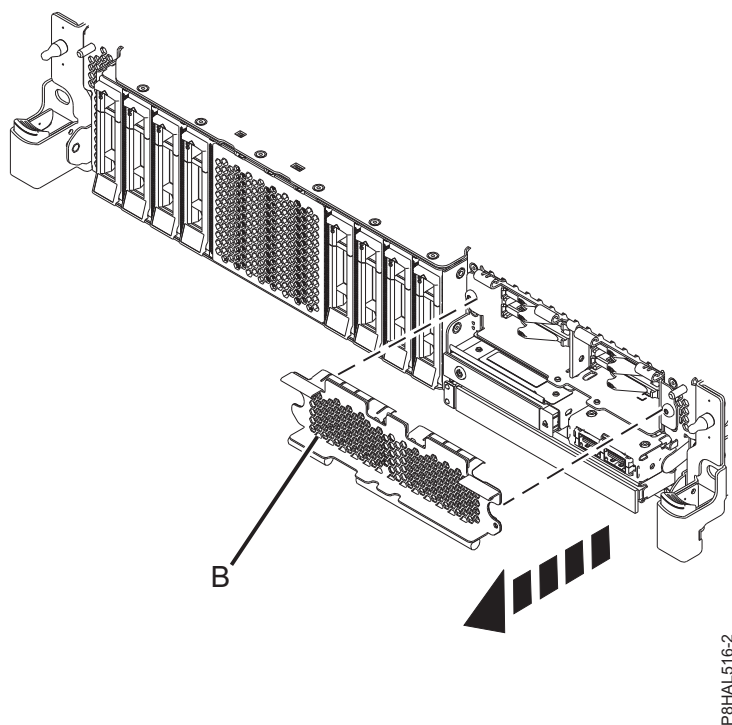

Figura 76. Extracció de la coberta del receptacle de l'SSD per accedir a les ranures en un sistema de funció expandida
13. Per accedir a les ranures de l'SSD, traieu la placa perforada (B) que tapa el receptacle de l'SSD tal com es mostra a la Figura 76.